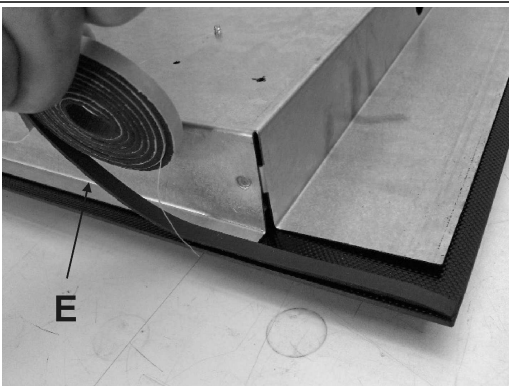

FIG. 8
- Vire a placa de cabeça para baixo e aplique correctamente o lado adesivo da junta de vedação "E" (fig. 8) em baixo da borda da placa de maneira que o lado exterior da junta de vedação coincida perfeitamente com a borda do perímetro exterior do vidro. As pontas das tiras devem coincidir perfeitamente sem sobreposição.